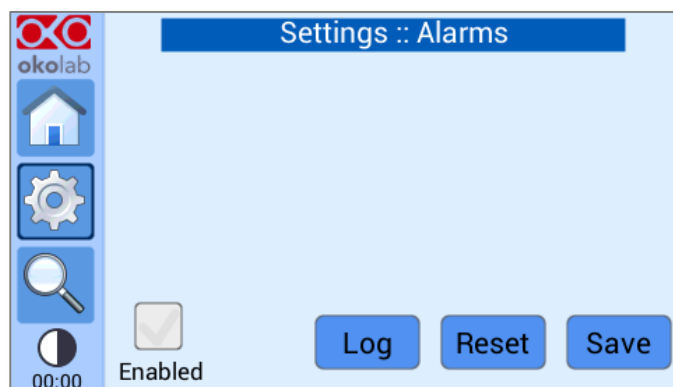

Figure 60. Page des alarmes lorsque les alarmes sont désactivées
- 6 Pour désactiver les alarmes visuelles et sonores, décochez l'onglet *Enabled*. Dans ce cas, la page Alarmes devient telle qu'illustrée dans la Figure 60